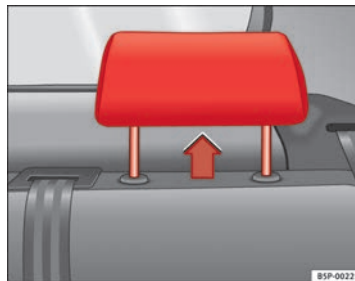

Abb. 5 Kopfstütze in Gebrauchsstellung
- Drei **Gebrauchsstellungen** → Abb. 5. In diesen Positionen verhält sich die Kopfstütze wie eine konventionelle Kopfstütze, und schützt die hinteren Insassen in Verbindung mit dem Sicherheitsgurt.